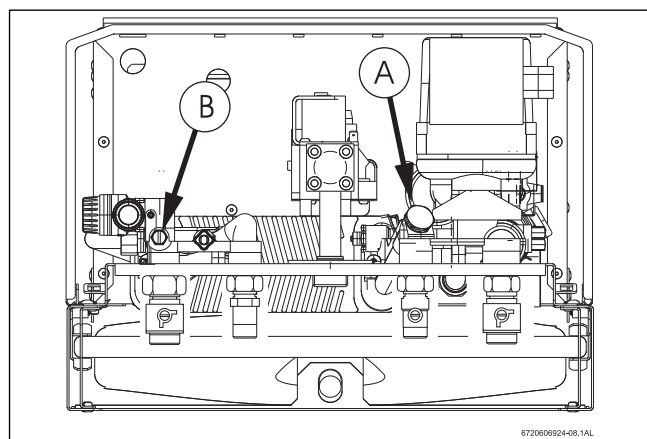

Fig. 54
- ▶ Aflojar el tapón (Fig. 54, Pos. A).
- ▶ Desenroscar el tornillo de desagüe (Fig. 54, Pos. B).